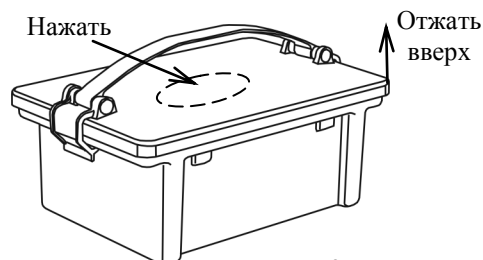

Рис. 3
- ликвидировать отрицательное давление внутри контейнера (притягивающее крышку), для чего слегка отжать вверх один из углов крышки, одновременно придерживая ее за середину. (Рис.3)